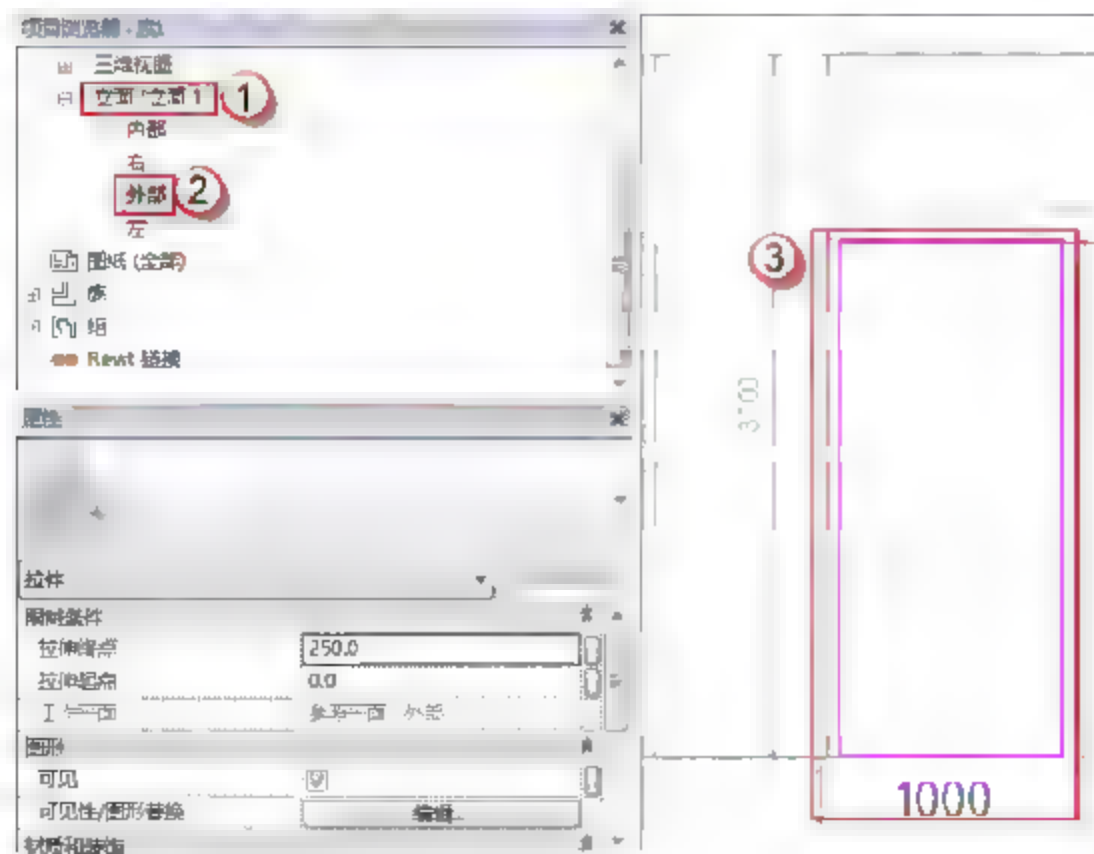
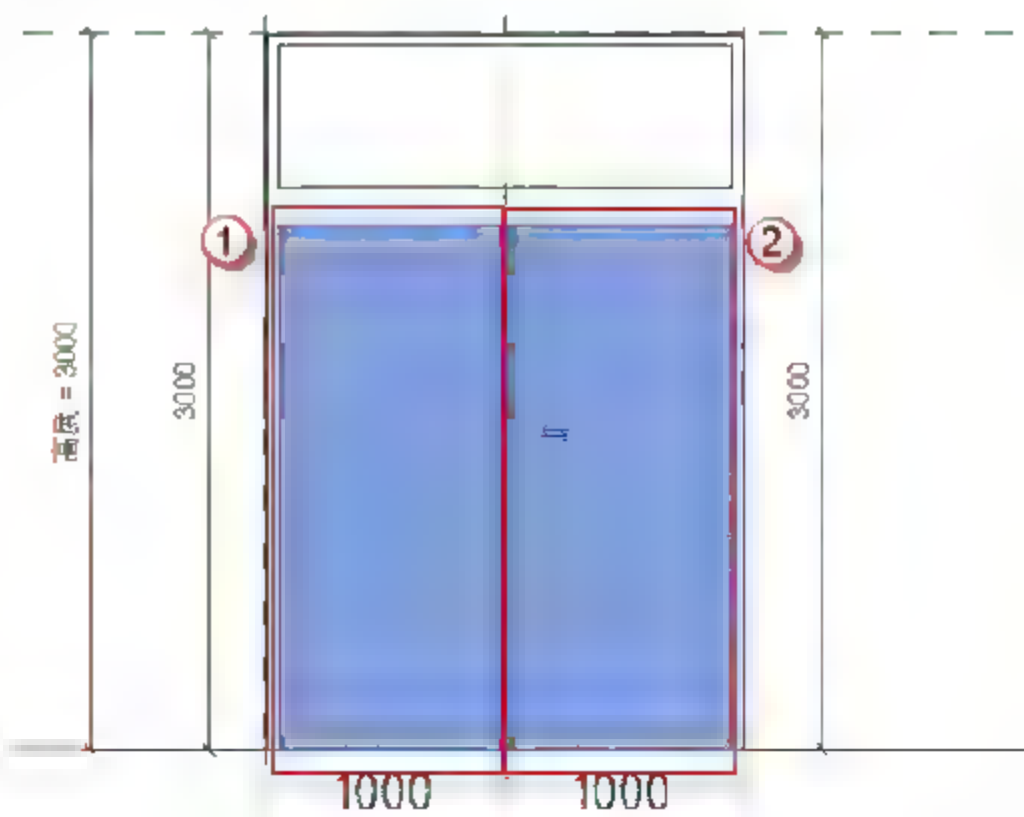

图 6.1.58 绘制门板
图 6.1.59 门板绘制完成
(14) 绘制门板。选择“项目浏览器”中的“立面 (立面 1)”→“外部”选项，可以进入双开门 M2030 的外部立面视图。选择“创建”→“拉伸”命令，进入“修改 | 编辑拉伸”界面，用菜单中的绘制工具将门板绘制完成，如图 6.1.58 所示。然后重复选择“创建”→“拉伸”命令，将右边门板绘制出来，单击√按钮，完成绘制，如图 6.1.59 所示。